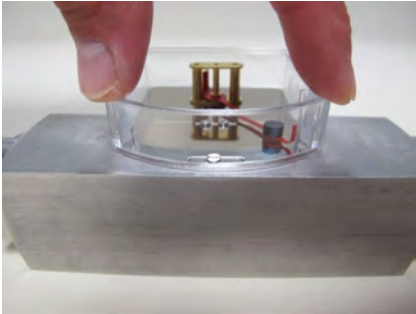

Abb. 69
- 16.** Kunststoffgehäuse auf die Anzeige-Bodenplatte aufsetzen und andrücken bis dieses einrastet (Abb. 69)